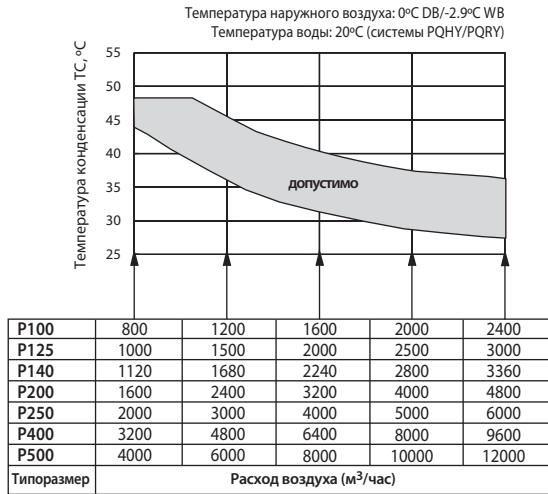
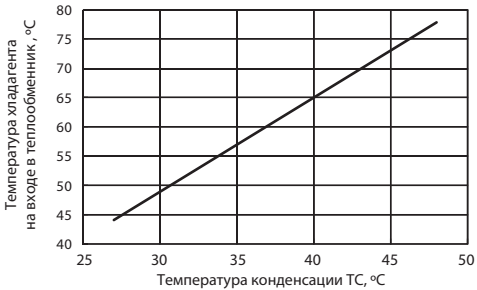

Рис. 1. Определение допустимых значений температуры конденсации
Рис. 2. Температура хладагента на входе в теплообменник
температура хладагента на входе в теплообменник	Tin определяется в соответствии с рис. 2
Для определения производительности фреонового теплообменника приточной установки в режиме нагрева воздуха выберите температуру конденсации из допустимого диапазона согласно рис. 1. Если приточная установка оснащена рекуператором, то выберите значение температуры конденсации 48°C. Согласно выбранной температуре конденсации T_c определите с помощью графика на рис. 2 значение температуры хладагента на входе в теплообменник.
- 1. Если расход воздуха меньше указанного в таблице на рис. 1, то следует выбрать значение температуры конденсации 48°C.